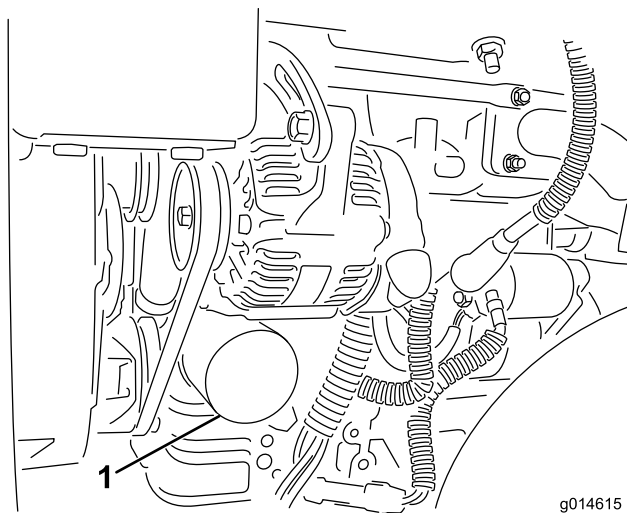

Bild 47
- Entfernen Sie den Ölfiler (Bild 47). Ölen Sie die neue Dichtung am Ölfiler leicht mit frischem Öl ein.